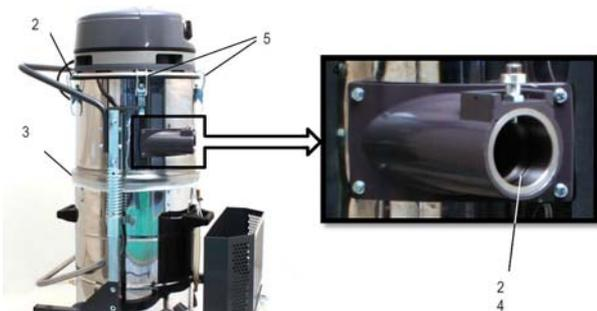

Abb. 14: Prüfstellen am Sauger
- Prüfen der Verschlusskappen und Dichtungen 5, 2 und 3 Abbildung 14.
- Versiegelung des O-Rings der sich in der Aufnahme befindet (Abb.14,24)